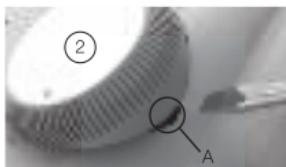

Рисунок 4. Положение паза для снятия колеса регулятора температуры
ра температуры в положение 0°C, так чтобы был виден паз (A) (рис. 4).
3. Используя отвертку, снимите колесо регулятора температуры (2) (рис. 4).
Под колесом регулятора температуры находится блокирующее устройство, предназначенное для ограничения изменения температуры. Ослабляя регулировочный винт (C) (рис. 4) можно ограничить рабочий диапазон, например между +20°C и +25°C. **Красное** кольцо означает максимальную температуру, **зеленое** — минимальную.
1. Выставьте колесо регулятора температуры в положение 0°C, так чтобы был виден паз (A) (рис. 4).
2. Используя отвертку, снимите колесо регулятора температуры (2) и открутите регулировочный и крепежный винты.